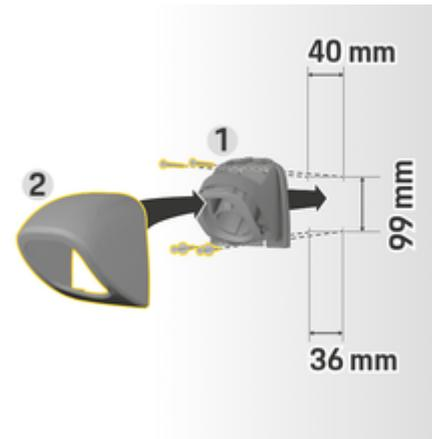

Fig. 10: Cotes de perçage
1. Retirez le support de prise **1** du couvercle (Fig. 10) **2** (Fig. 10).
4. Vissez le support de prise **1** (Fig. 10) dans le mur.
5. Placez le couvercle **2** (Fig. 10) sur le support de prise **1** (Fig. 10) par le bas et pressez vers le haut.